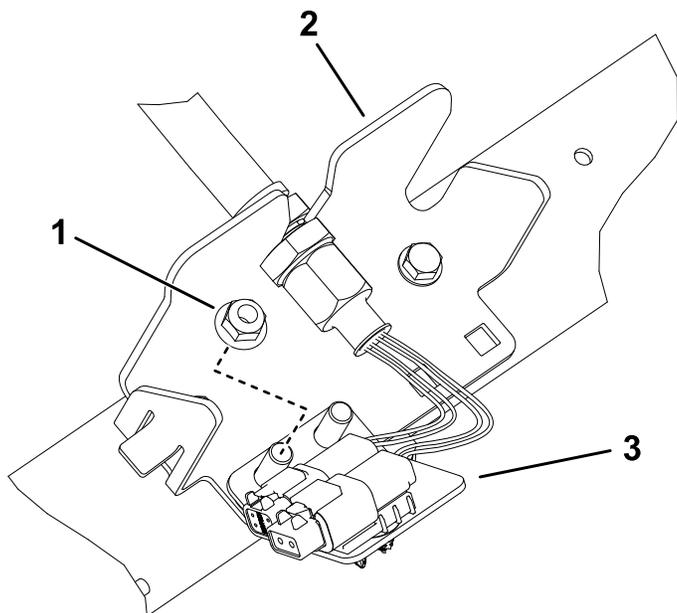

图 30
- 6. 对剩余 4 个隔板位置重复相关步骤如 图 27 至 图 30 所示。